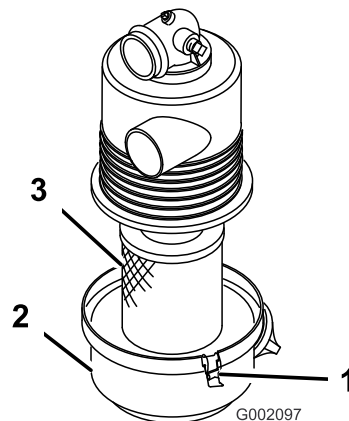

図 26
- エアフィルタのハウジングにエレメントを取り付ける (**図 26**)。
- エアフィルタのカバーをエアフィルタのハウジングに合わせて取り付け、ラッチでカバーを固定する **図 26**。